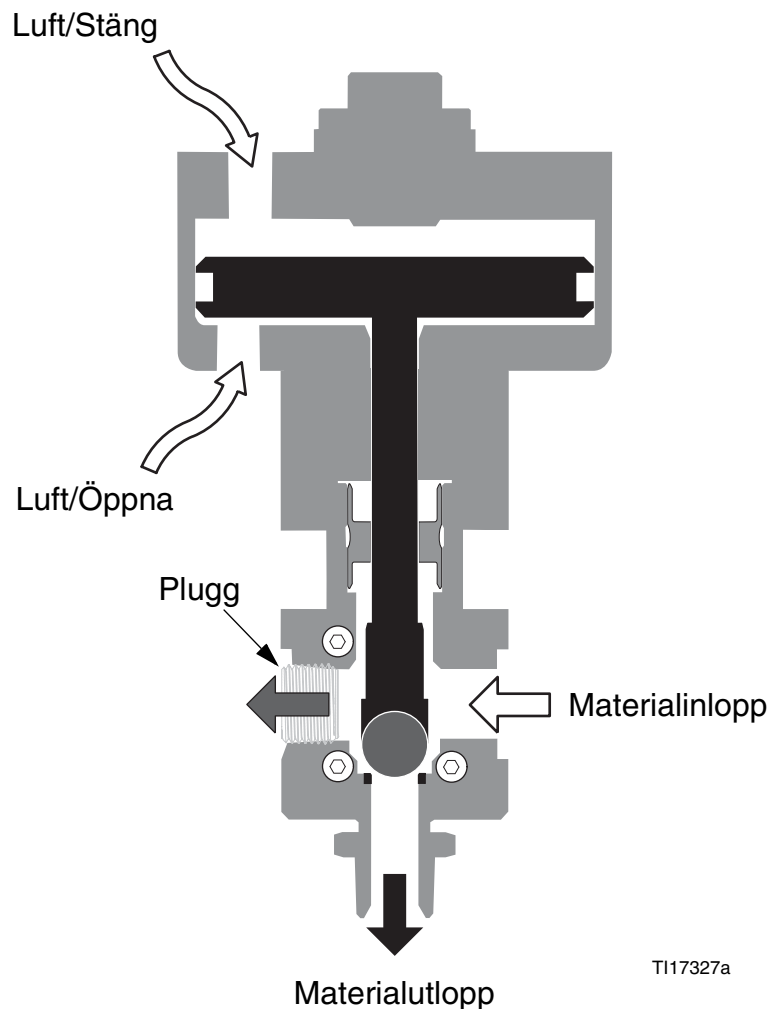

FIG. 2: DV-serien Drift
- b. Koppla luftledningen till luftöppningsinloppet i luftsektionen (B). Se FIG. 2, sidan 7.
- c. Koppla luftledningen till luftstängningsinloppet i luftsektionen (B). Se FIG. 2, sidan 7.
5. Koppla vätskeledningen till npt vätskeinloppet (F) i ventilkroppen. Om så önskas, ta bort pluggen från det andra inloppet (G) och koppla i vätskereturledningen för cirkulationssystem. Se **Tekniska data**, sidan 23, för högsta vätsketryck vid drift.